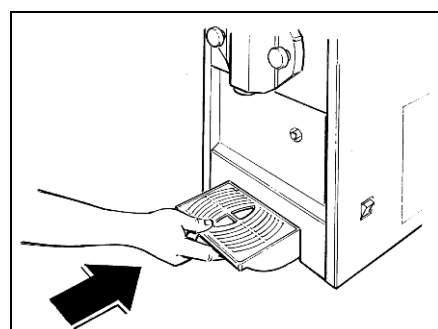

Fig. 23
- Rimontare la vaschetta raccogli gocce (fig.23).